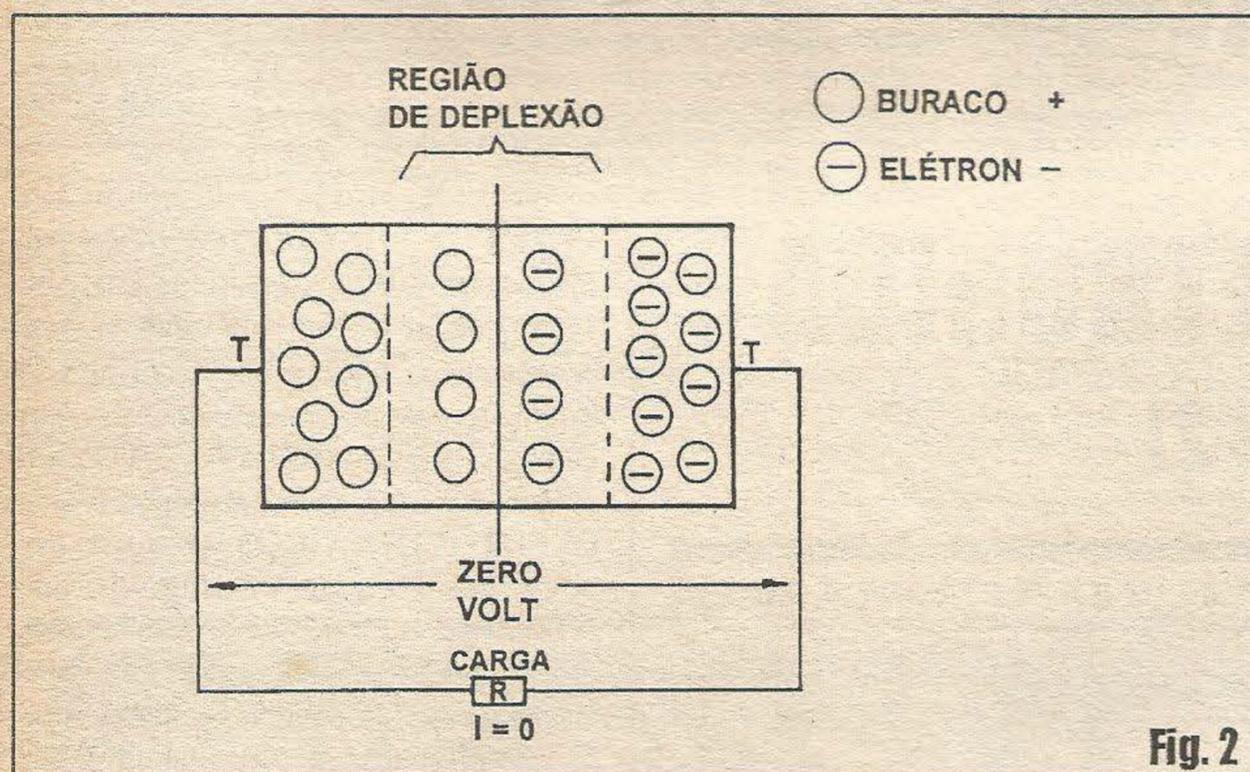

Fig. 2
- FIG. 2 - O FUNCIONAMENTO DOS FOTOVOLTAICOS, A NÍVEL ATÔMICO... - Quando estudamos (muitas aulas atrás...) os materiais semicondutores dopados com impurezas (de modo a fazer materiais P, com acréscimo de buracos ou